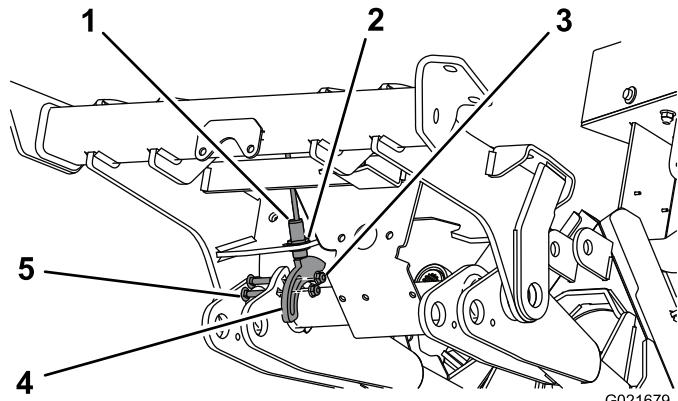

Figura 14
1. Usando el taladro de la parte inferior del bastidor delantero, monte provisionalmente el interruptor de proximidad con las arandelas y las contratuerzas (Figura 14).
2. Monte provisionalmente la placa del sensor en el brazo de elevación izquierdo con 2 tornillos de cuello cuadrado de 5/16 x 1-1/4 pulgadas y tuercas con arandela prensada. No apriete todavía las contratuerzas. Posicione la placa del sensor según se muestra en Figura 14. Asegúrese de que el interruptor no toca la placa del sensor.